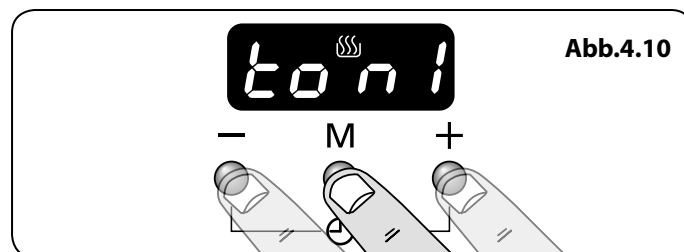

Abb.4.10
1. Drücken Sie dazu gleichzeitig die Tasten [+] und [-] und anschließend die Taste [M]. In der Anzeige wird „ton1, 2 oder 3“ angezeigt (**Abb.4.10**).